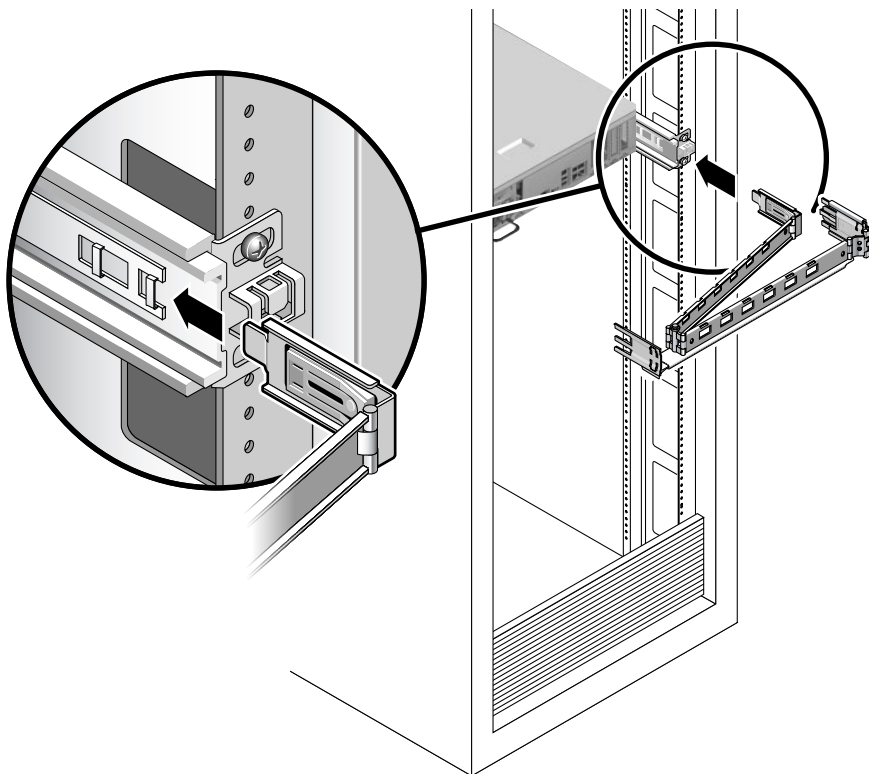

FIGURA 2-9 Introducción del conector interior del CMA
2. Introduzca la extensión pequeña en el clip situado en el extremo del soporte de montaje (FIGURA 2-9).